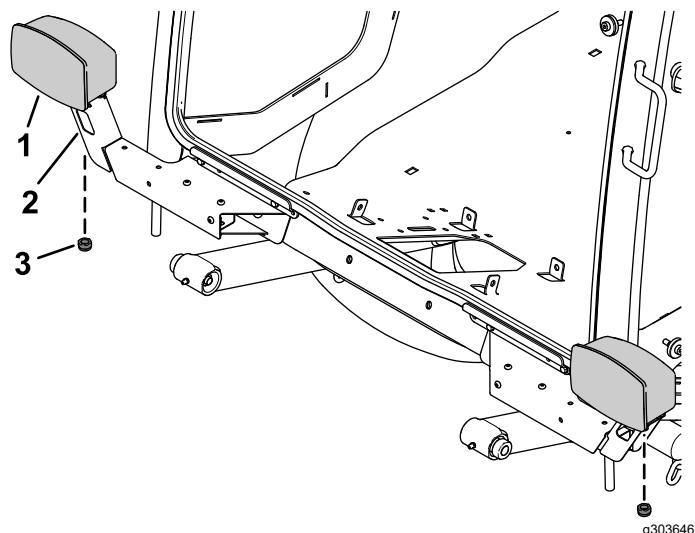

Figura 16
3. Fissate il gruppo del faro sinistro e di quello destro sul supporto del faro sinistro e destro con il dado esagonale dei gruppi fari (Figura 16).